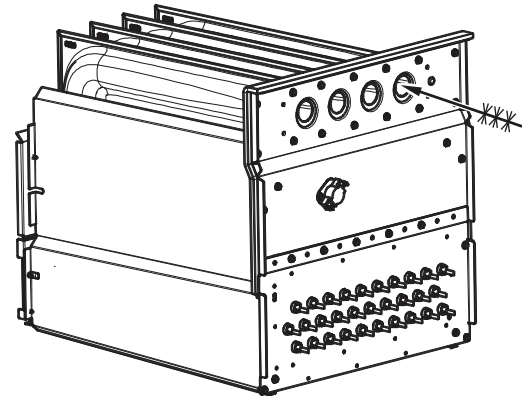

Fig. 69 – Nettoyage de la cellule de l'échangeur thermique A11273
7. Nettoyez les ouvertures de l'échangeur thermique à l'aide d'un aspirateur et d'une brosse douce. Consultez la Fig. 69.